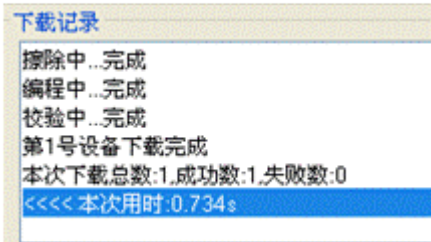

图 2.3.4
- h. 下载结束，软件会在“下载记录”栏显示当前下载状态，下载成功如图 2.3.4；